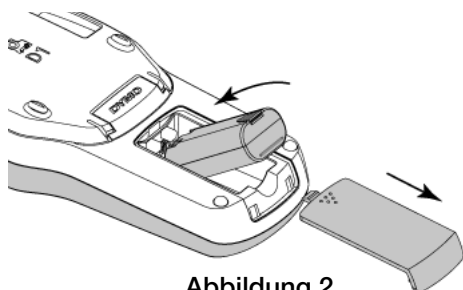

Abbildung 2
- 1 Schieben Sie die Abdeckung des Batteriefachs auf und nehmen Sie sie ab (siehe Abbildung 2).
- 2 Schieben Sie die Abdeckung des Batteriefachs auf und nehmen Sie sie ab (siehe Abbildung 2).